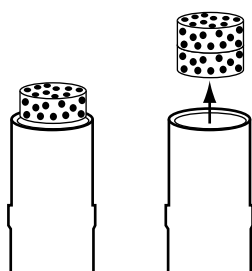

Abbildung 1
1. Entfernen Sie den kontaminierten oder verstopften Filter, indem Sie ihn am Ende des Spitzenkegels gerade herausziehen (siehe Abb. 1).